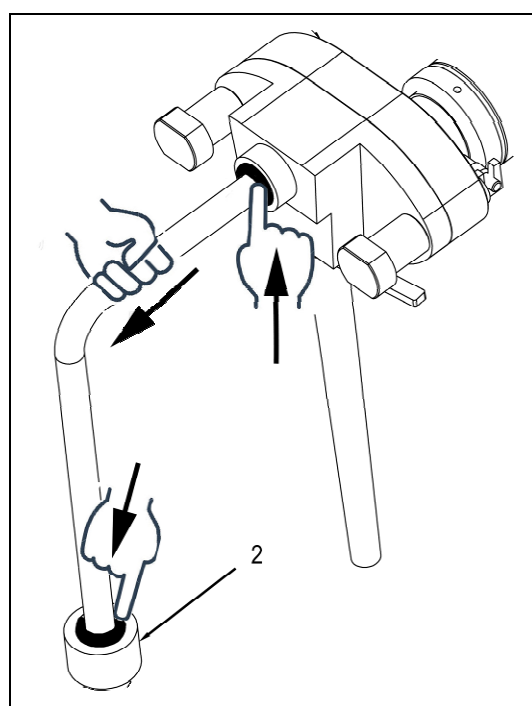

Fig. 2
- **D**écrocher le tuyau de livraison de la pompe grâce à la technologie à encliquetage rapide, en poussant simultanément la bague foncée vers l'intérieur et en extrayant le tuyau (fig.2) de l'autre main.
- **E**n faire de même pour décrocher le tuyau du raccord de bac 2 (fig.2).
- **D**évisser le raccord de bac pour le retirer (fig.2).